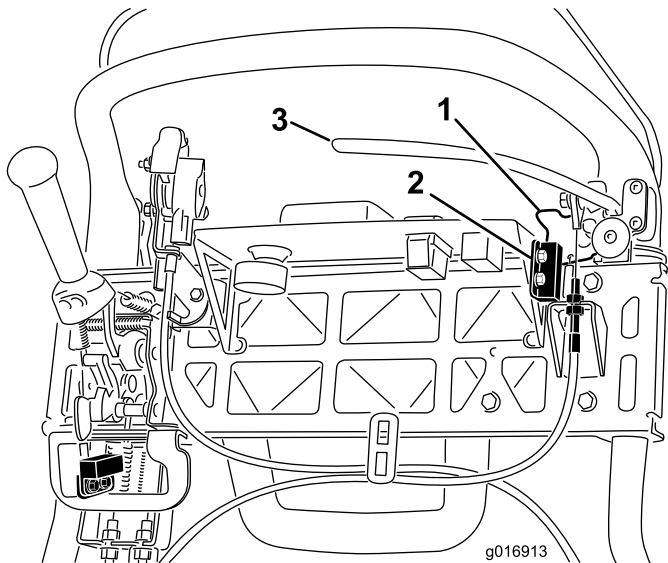

图40
4. 松开联锁开关紧固件(图40)。
5. 在手刹锁定装置与联锁开关之间放入 1.6mm 厚的塞尺(图40)。